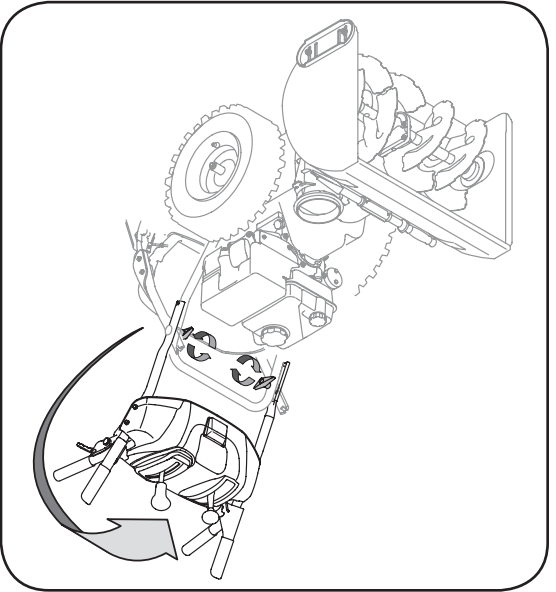

Figure 3-1
- a. Redressez le guidon supérieur comme à la Figure 3-1. Alignez le guidon supérieur avec le guidon inférieur.